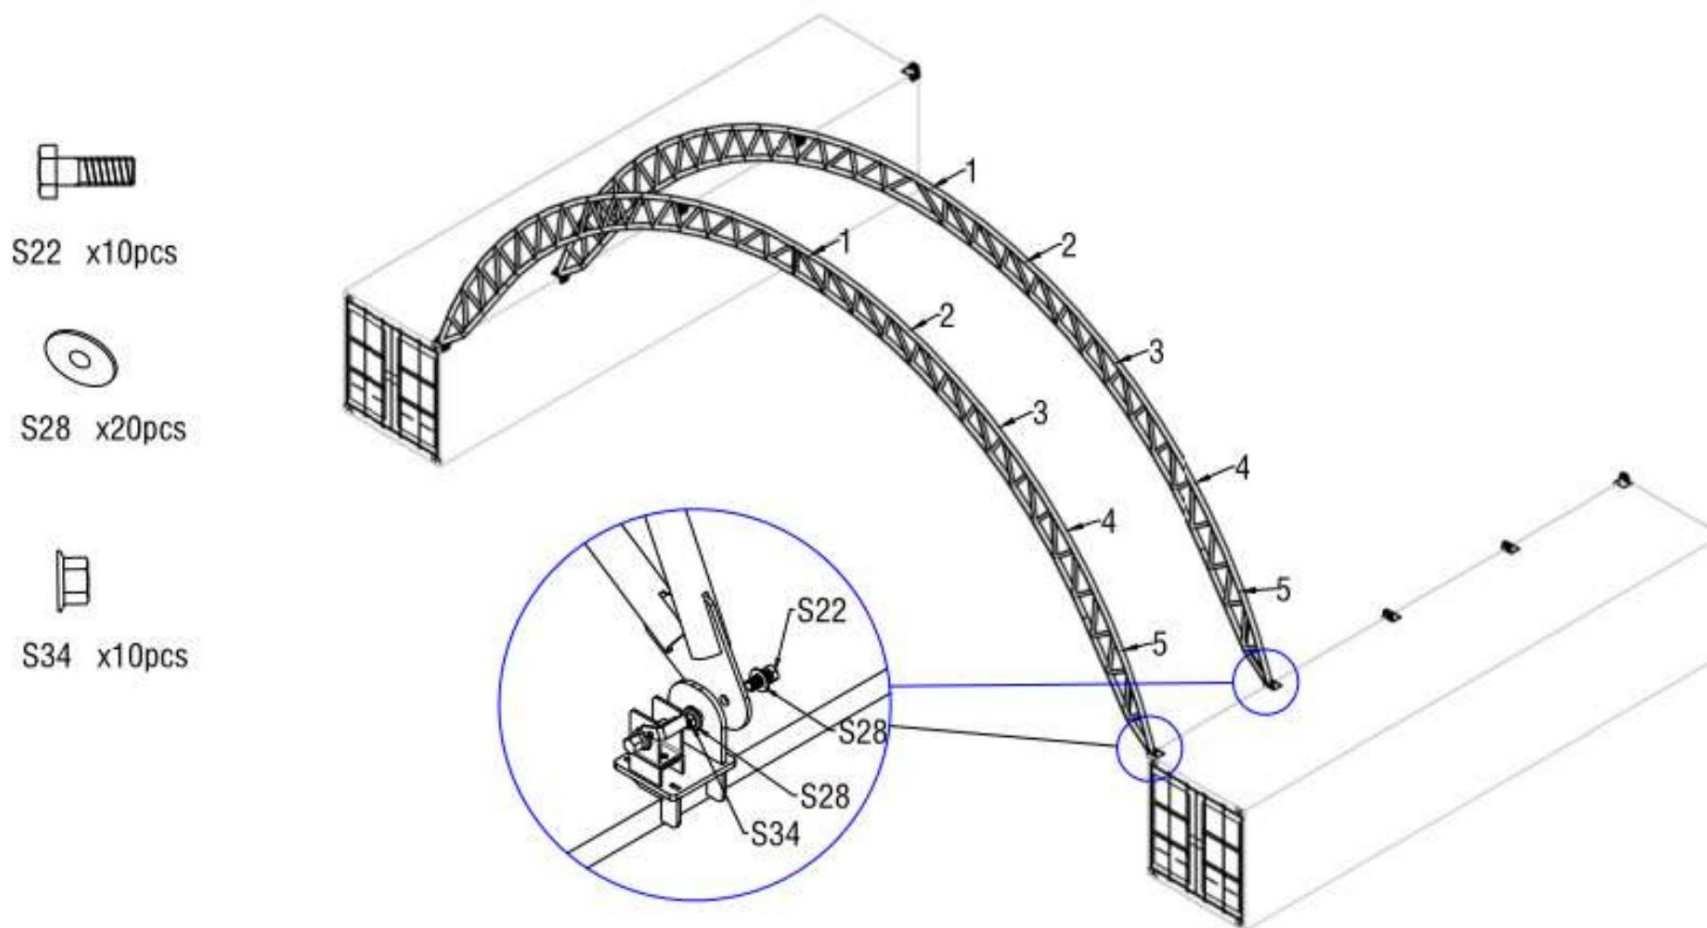

Figure 4
2.2 Comme le montre la figure 4, installez la sangle de support entre l'arche (n° 6) en utilisant (n° S18 et S30). Ensuite, placez le couvercle de protection en PVC sur la connexion extérieure de l'arche pour protéger la couverture de toit des rayures du joint extérieur.
2.3 Soulevez un arc assemblé sur une plaque de base et connectez l'arc à la plaque de base en utilisant les pièces n° S22, 28 et 34. et forcez l'autre extrémité de l'arc sur la plaque de base opposée de la même manière que le montre la figure 4.